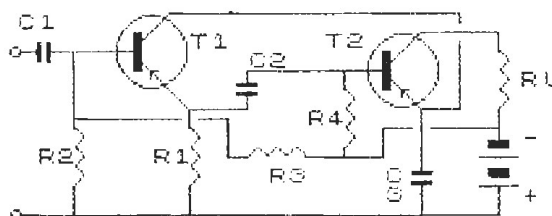

Figura 9/2
A figura 9/2 representa um circuito de amplificação de baixa frequência ou «áudiofrequência» (frequências situadas, geralmente, entre os 30 Hz e os 15 000 Hz). O amplificador é constituído por dois transistores (T1 e T2), acoplados por resistências (R) e condensadores (C) e alimentados por duas pilhas.